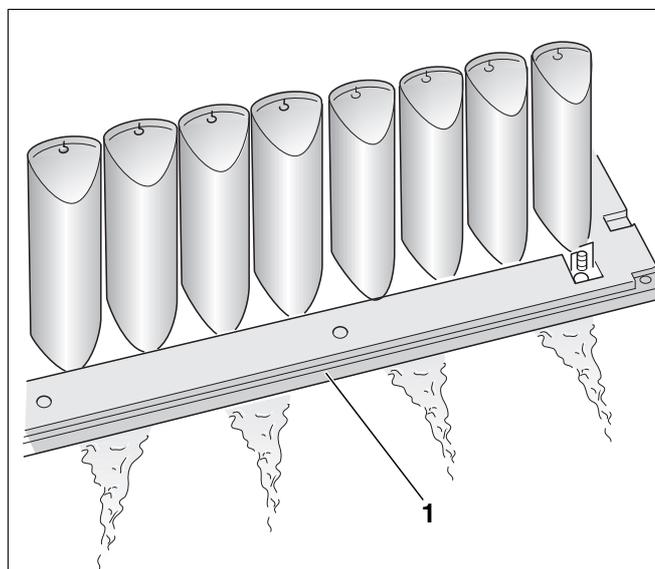

Fig. 22 Ruotare il bruciatore
L'isolamento termico dello schermo del bruciatore (fig. 22, **pos. 1**) non deve bagnarsi.
- Ruotare il bruciatore e posizionarlo con l'apertura delle torce rivolta verso il basso, affinché l'acqua possa fuoriuscire (fig. 22).